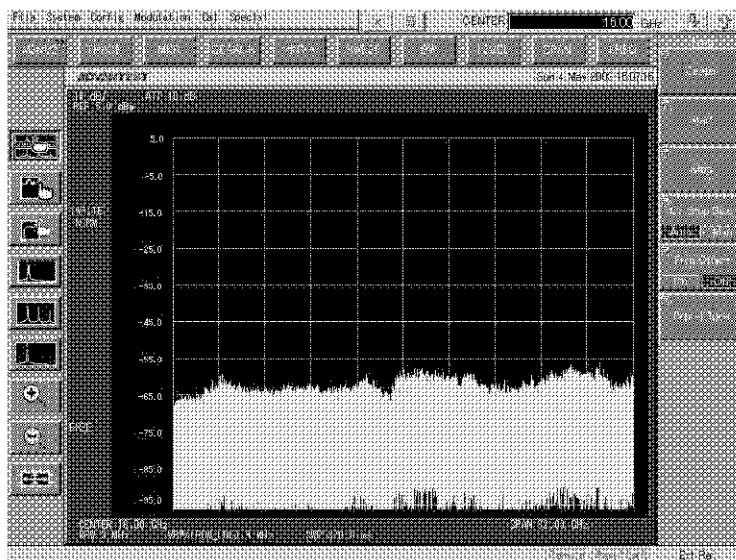

図 3-8 初期設定画面
5. 自己診断で、本器に異常がなければ図 3-8 に示す初期画面が表示されます。初期画面表示は、前回電源を切るときの設定状態により図 3-8 と異なります。